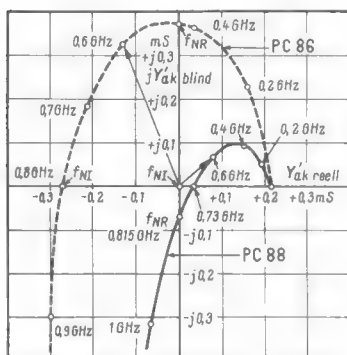

Bild 3. Ortskurven des Rückwirkungsleitwertes Y'_{ak} der Gitterbasis-Trioden PC 86 und PC 88
Diese Gleichung (3) ist für die Röhren PC 86 und PC 88 mit den Werten nach Tabelle 1 ausgewertet worden und als Ortskurve in Bild 3 dargestellt. Während bei der PC 86 der Realteil von Y'_{ak} bei $f_{NR} = 440$ MHz und der Imaginärteil von Y'_{ak} bei $f_{NI} = 800$ MHz verschwindet und damit der Real-
ECH 81 die Sockelstiftanschlüsse von Gitter 3 und Gitter 2 + 4 miteinander vertauscht. Bild 2 zeigt die Sockelschaltung und die äußeren Abmessungen der Röhre ECH 84, Bild 3 die einzelnen Kennlinien.